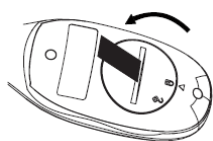

Figura 3
2. Coloque algum objeto achatado (como uma moeda) na fenda da tampa. Gire a bateria no sentido anti-horário até que a tampa saia (veja a Figura 3).